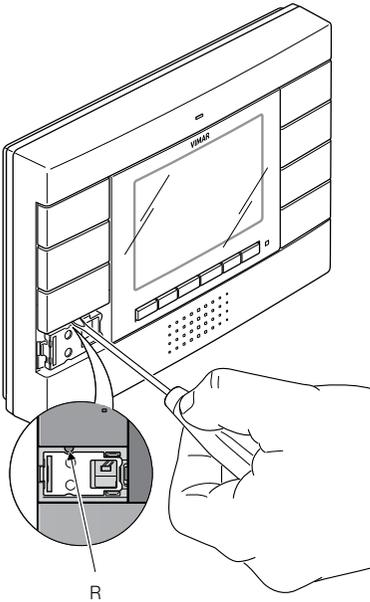

Figure 11
- Appuyer rapidement avec un tournevis ou un petit outil sur le bouton **R** situé sous la **touche "C"** (figure 11) ;